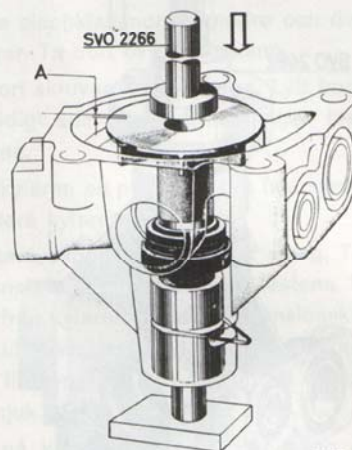

Bild 116. Montering av skovelhjul
3. Pressa på skovelhjulet med dorn SVO 2266 så långt att hjulet ligger jämnt med eller ned till 0,4 mm under pumphusets plan. Nederändan av axeln skall vila mot ett mothåll. Se bild 116.